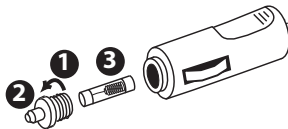

Afbeelding 2: Vervangen van de accuzekering
2. Verwijder de zekeringhouder. Zie afbeelding 2.